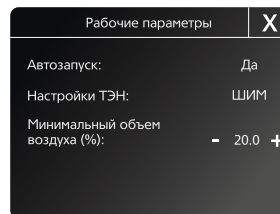

Рис. 12
3.3.1. Рабочие параметры (рис. 12)